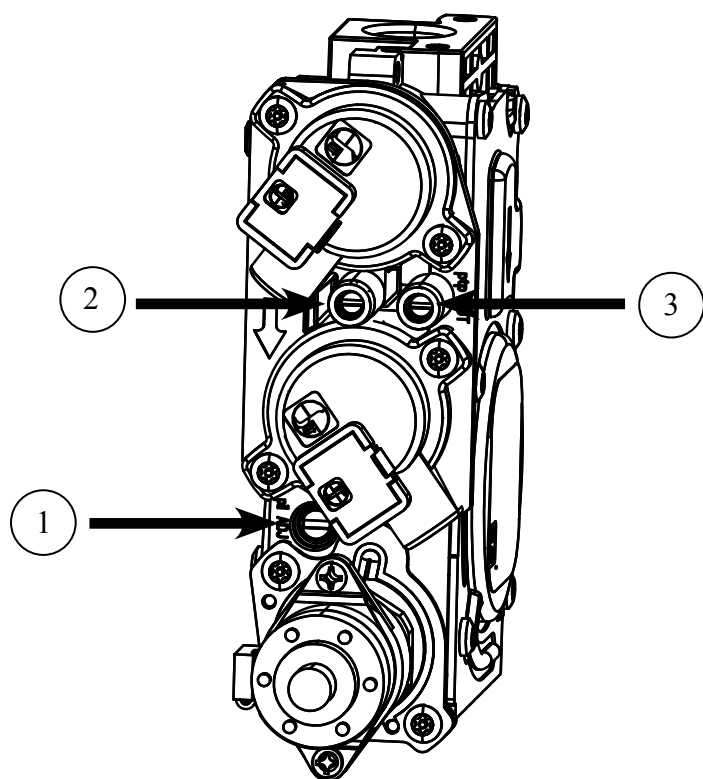

Figure 33: vanne de détails
Les prises de pression sont situés sur le côté avant de la vanne (voir la figure 33).
1. La vis de réglage peut être atteint par l'avant de l'appareil en utilisant un 10 pouces de long pilote vis de la lame la tête (voir la figure 33 pour l'emplacement de la vanne).